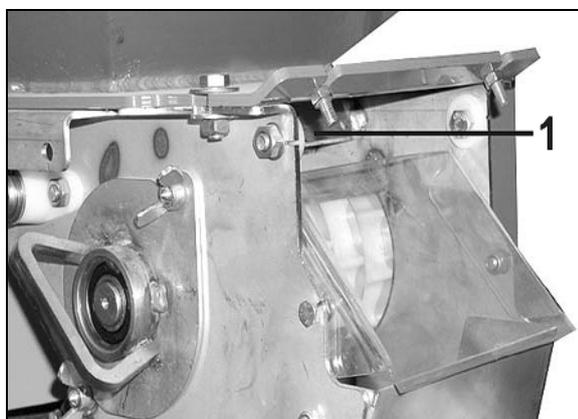

Fig. 90
2. Desplace la corredera (Fig. 90/1) hasta el tope en el dosificador.